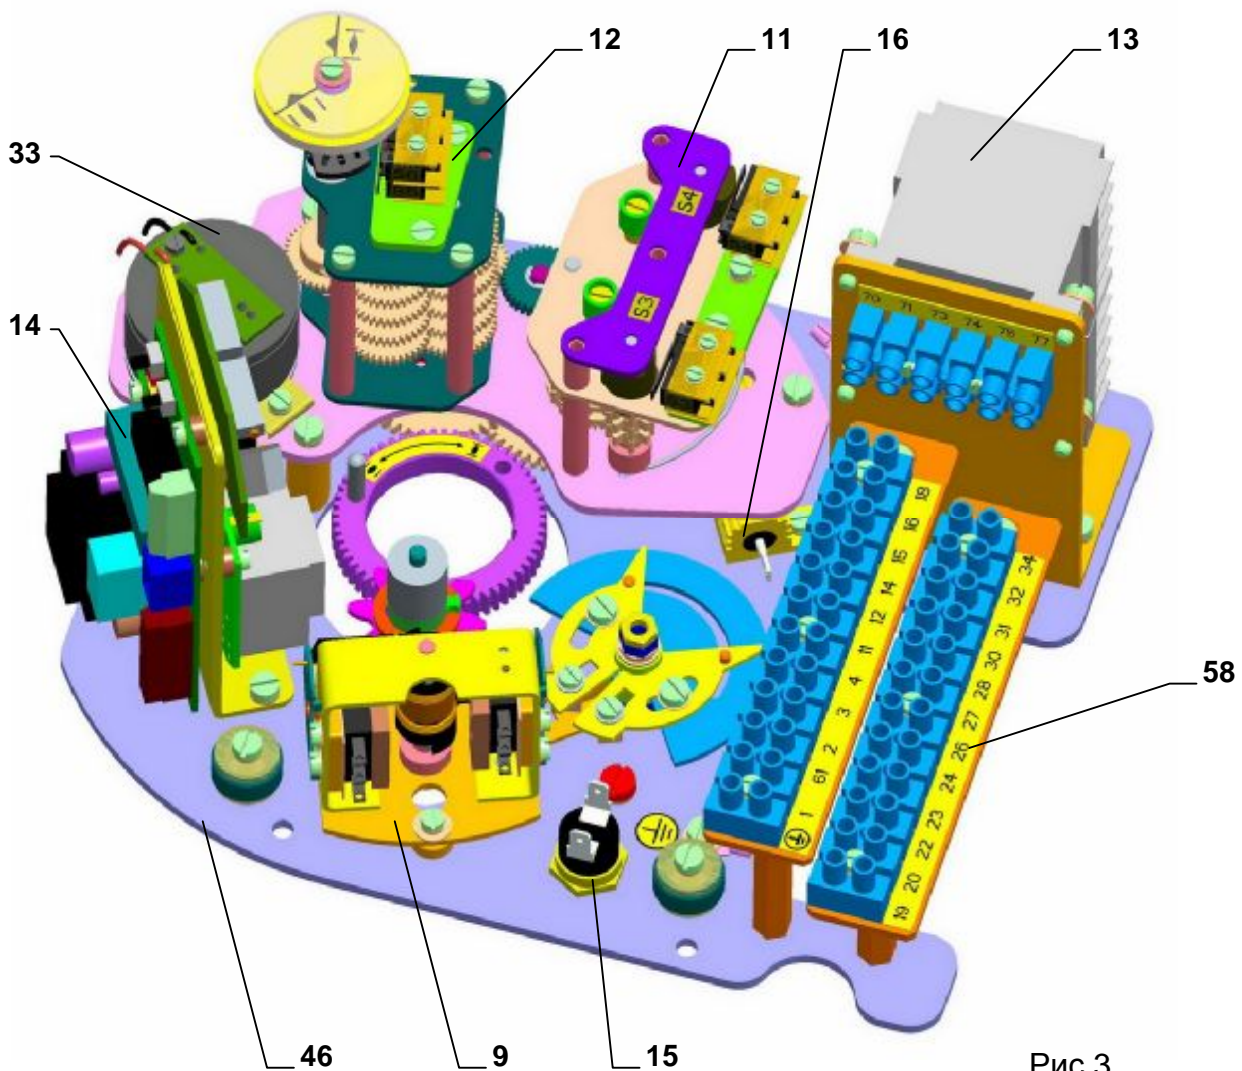

Рис.3
**Модуль М4 – шкаф управления (Рис. 1)**, помещен в верхней части ЭП и создает самостоятельное функциональное целое. Верхнюю часть образует кожух шкафа управления, который имеет смотровое стекло. Нижняя часть коробки управления включает шкаф силовой передачи и создает несущую часть передачи управляющей плиты (Рис.3).